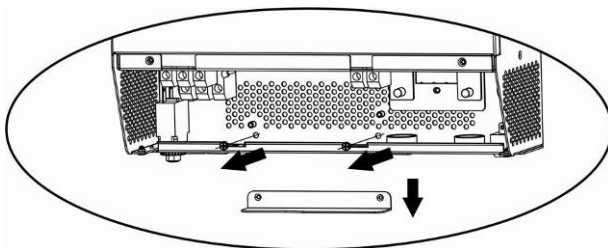

Abb. 5-5 Entnahme der Blende.
- Schritt 3, entnehmen Sie die Blende zur Öffnung der Parallelschlüsse im Geräteboden (Abb. 5-5):